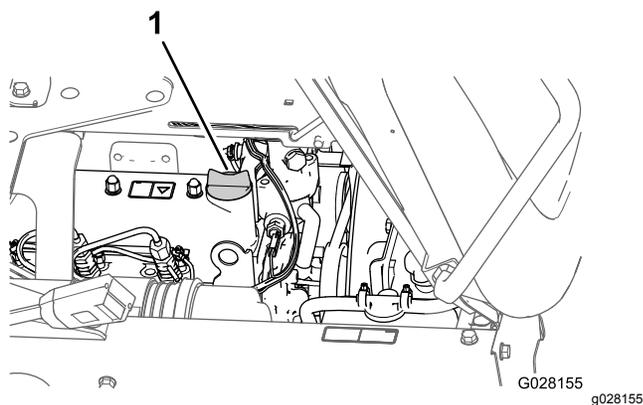

Figura 73
5. Retire o tampão de enchimento de óleo do tubo de enchimento da cobertura da válvula do motor e despeje lentamente cerca de 80% da quantidade especificada de óleo no tubo de enchimento (Figura 73).
8. Coloque o tampão de enchimento no tubo de enchimento (Figura 73).